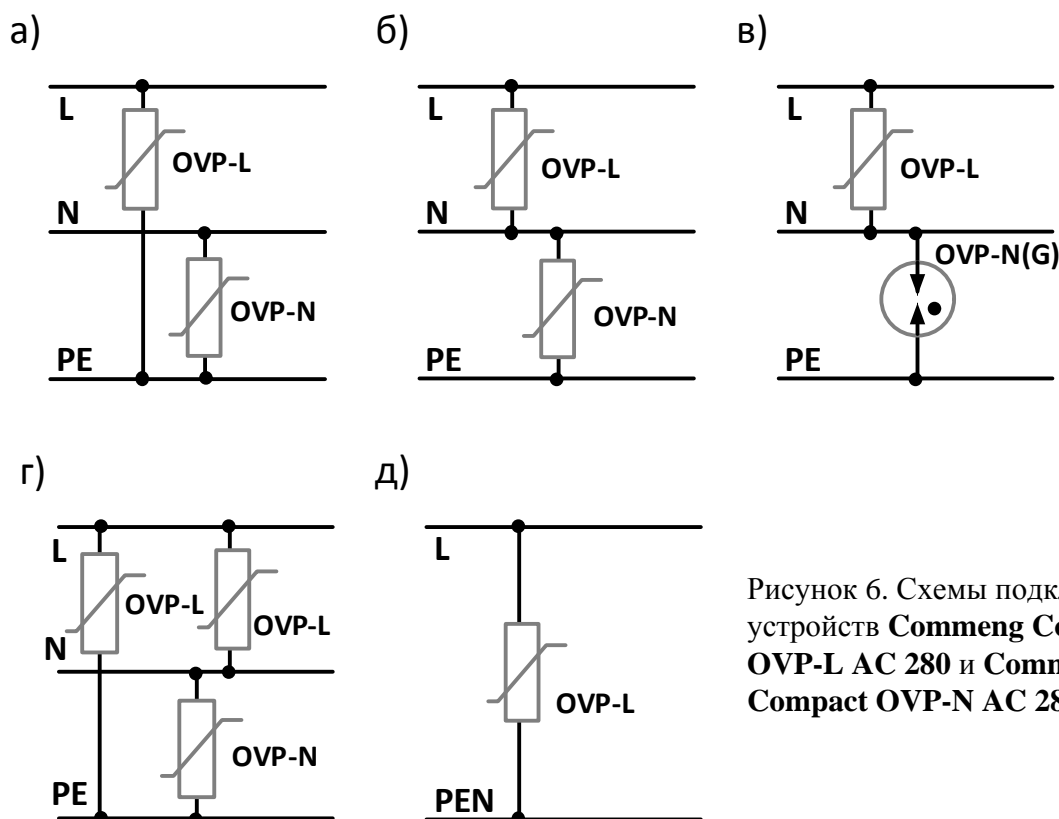

Рисунок 6. Схемы подключения устройств **Commeng Compact OVP-L АС 280** и **Commeng Compact OVP-N АС 280(G)**
- для защиты от синфазных помех в цепи провод-земля (см. рис. 6а)
- для защиты от дифференциальных помех в цепи провод-провод (см. рис. 6б, 6в).
- схема для защиты от синфазных и дифференциальных помех (см. рис.6г);
- схема для систем TN-C или TN-C-S (до разделения проводников N и PE), в которой вместо нейтрального (N) и защитного (PE) проводников имеется совмещенный проводник (PEN) (см. рис.6д).